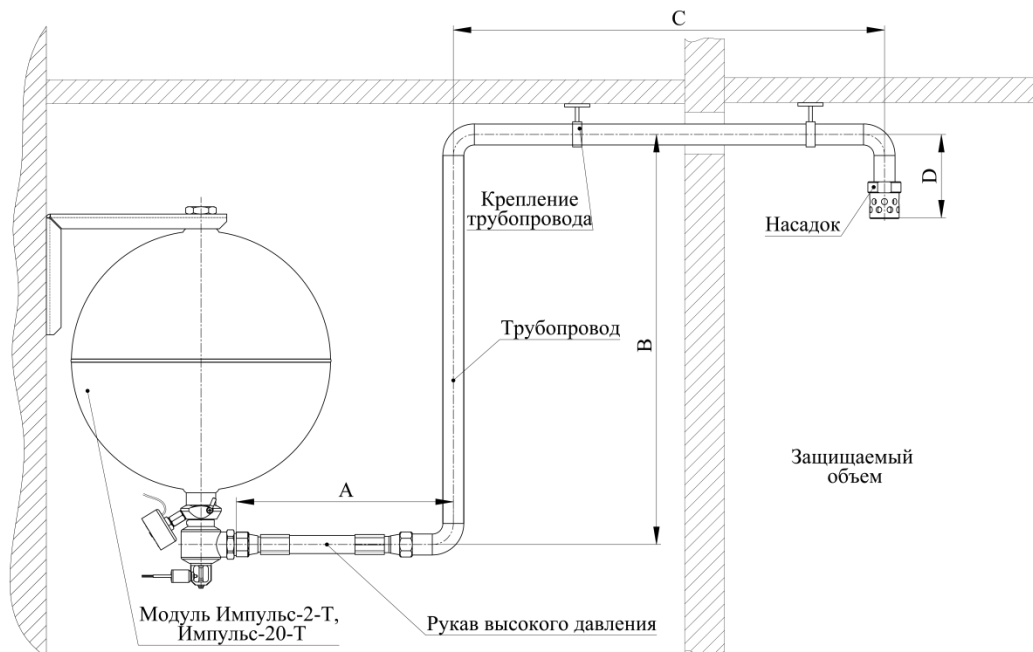

Рисунок 2.2– Условная схема монтажа модуля с использованием трубопровода
7.2.3. При монтаже модуля типа Импульс-2-Т и Импульс-20-Т вне защищаемого помещения возможна подача ГОТВ с использованием трубопровода (рисунок 2.2).
7.2.3.4. Длина отводящего трубопровода с учетом РВД (A+B+C+D, рисунок 2.2) не должна превышать три метра. Количество поворотов трубопровода не более трех.